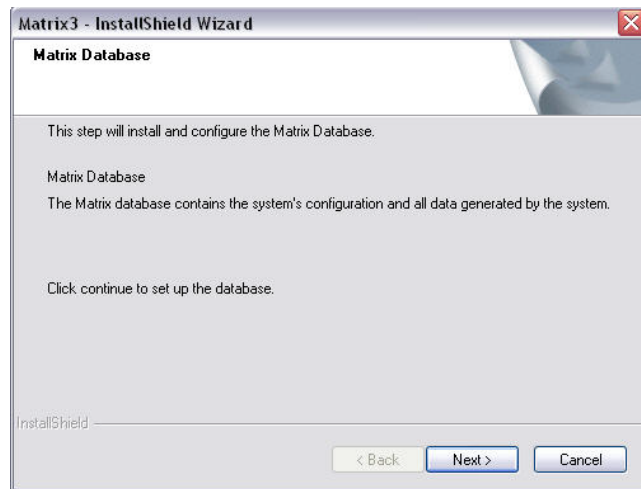

FIG. 8
10. Wanneer het configuratiescherm voor de Matrix-database (FIG. 8) wordt weergegeven, selecteert u VOLGENDE om de configuratie van de database te starten.